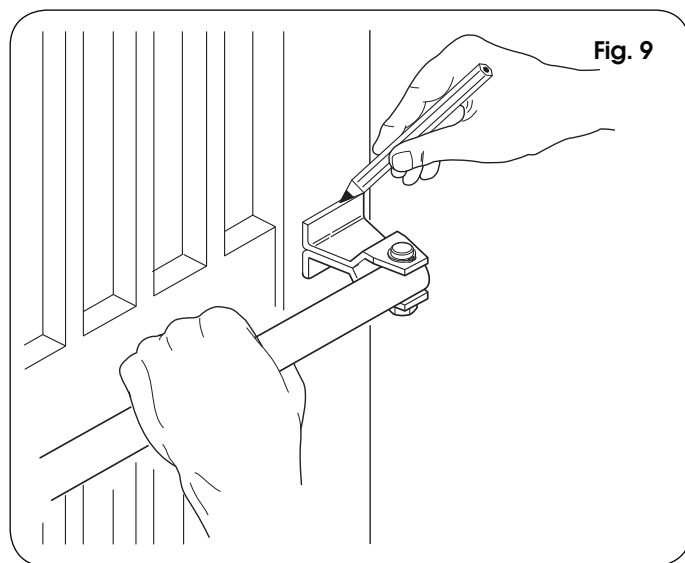

Fig. 9
7. Fechar a folha do portão e, mantendo o operador na posição perfeitamente horizontal, identificar na folha a posição do engate dianteiro (Fig. 9).